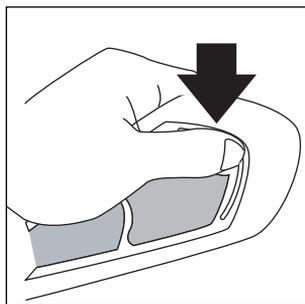

Fig. 18
- 3) Premere nella parte superiore della linguetta (fig. 18).